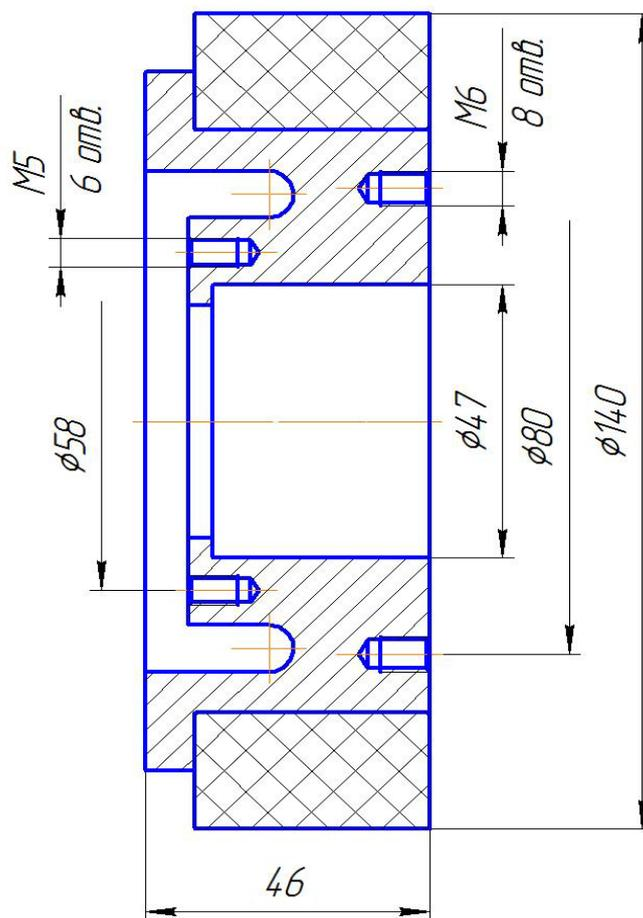

Рис. 2.25. Пример простановки размеров на сборочном чертеже «Колесо»
- Нанесите размеры на сборочную единицу «Колесо» (рис. 2.25).